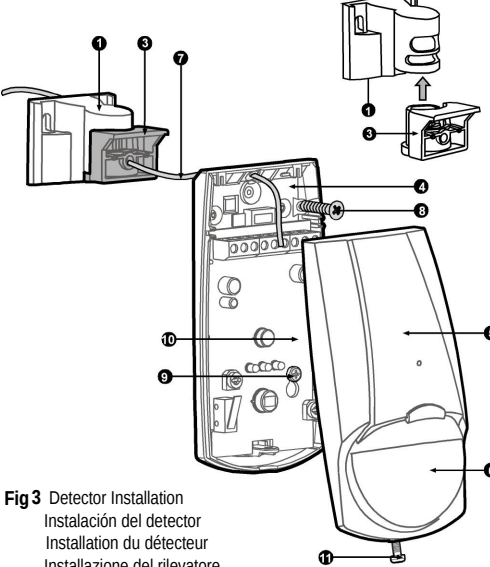

Fig 3 Detector Installation
5. Monte la base del detector en la pared, esquina o techo. (Para las opciones con soporte, instale dicho soporte. Fig. 1, Fig. 3). Deben utilizarse al menos dos tornillos de 3 x 30 mm.